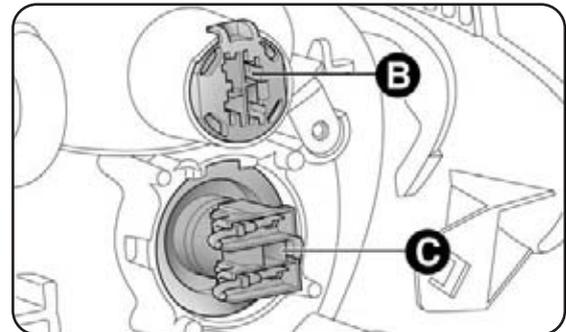

fig. 23
- sfilà il portalamпада B-fig. 23, estrai la lampada e sostituiscila;
- sfilà il portalamпада C-fig. 23, estrai la lampada e sostituiscila;